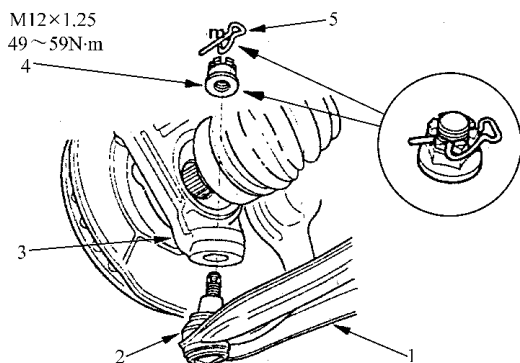

图 6-87 安装转向节
3) 如图 6-87 所示, 将转向节安装到下臂上。小心不要损坏球头护罩。旋紧球头上的螺母前, 清除润滑脂。扭紧新的槽形螺母至较低的力矩规定值, 然后进一步旋紧螺母, 使狭槽孔对准, 不要通过旋松螺母的方法来对准。安装时, 确认球头护罩没有破损和开裂。